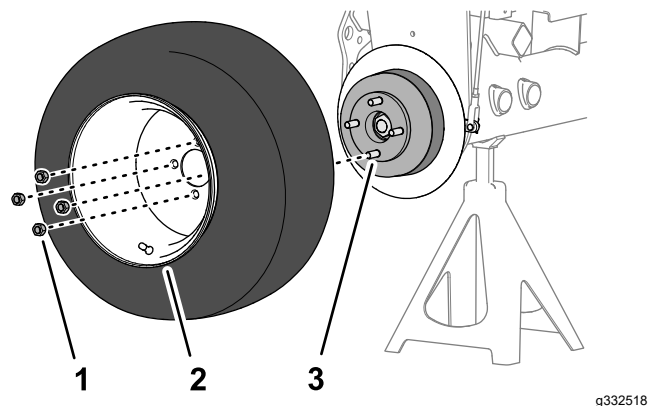

Figura 75
1. Monte a roda no cubo com quatro porcas de rodas (Figura 75) e aperte as porcas à mão.